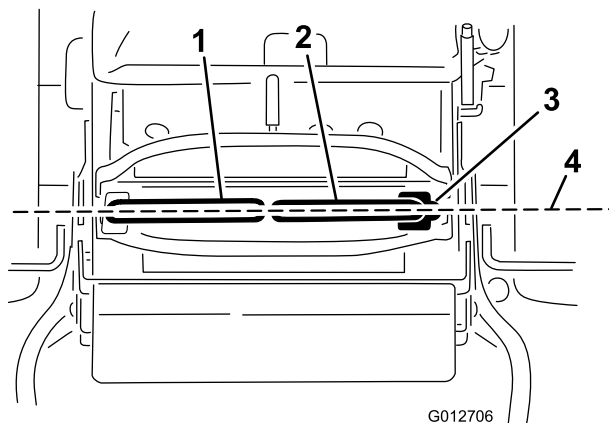

Figura 70
Importante: Compruebe el avance de la máquina después de ajustar las palancas de control de movimiento. Se utiliza el mismo procedimiento para ajustar la dirección y para alinear las palancas de control de movimiento hacia adelante-atrás (Figura 70).
1. Una vez ajustada la alineación horizontal, compruebe la alineación adelante-atrás empujando ligeramente hacia adelante las palancas de control para eliminar cualquier holgura del acoplamiento de las palancas de control (Figura 70).